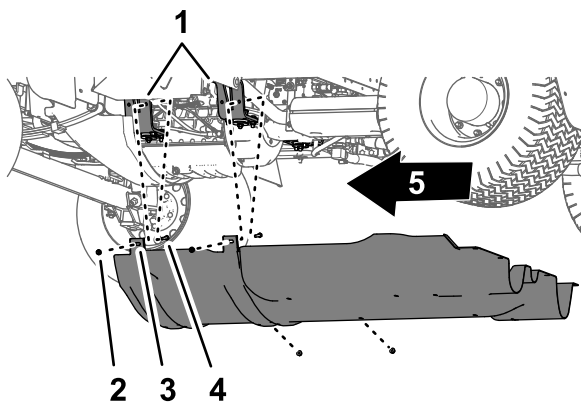

Bild 60
2. Nehmen Sie die vier Sicherungsbundmutter (5/16") von den Schrauben und der Schlossschraube ab, mit denen die Befestigungsnasen der Fahrwerkabdeckung an den Befestigungshalterungen des Motors der Maschine befestigt sind (Bild 60).
- Nehmen Sie die Fahrwerkabdeckung von der Maschine ab (Bild 59 und Bild 60).
- Fluchten Sie die Fahrwerkabdeckung mit dem unteren Chassis der Maschine aus, siehe Bild 60 in Entfernen der Fahrwerkabdeckung (Seite 54).
- Schieben Sie die Befestigungsnasen der Fahrwerkabdeckung über die Schrauben und die Schlossschraube an den Motorbefestigungshalterungen der Maschine, siehe Bild 60 in Entfernen der Fahrwerkabdeckung (Seite 54).
- Befestigen Sie die Fahrwerkabdeckung mit den vier Sicherungsbundmutter (5/16"), die Sie in Schritt 2 von Entfernen der Fahrwerkabdeckung (Seite 54) entfernt haben, an den Befestigungshalterungen des Motors (Bild 60).